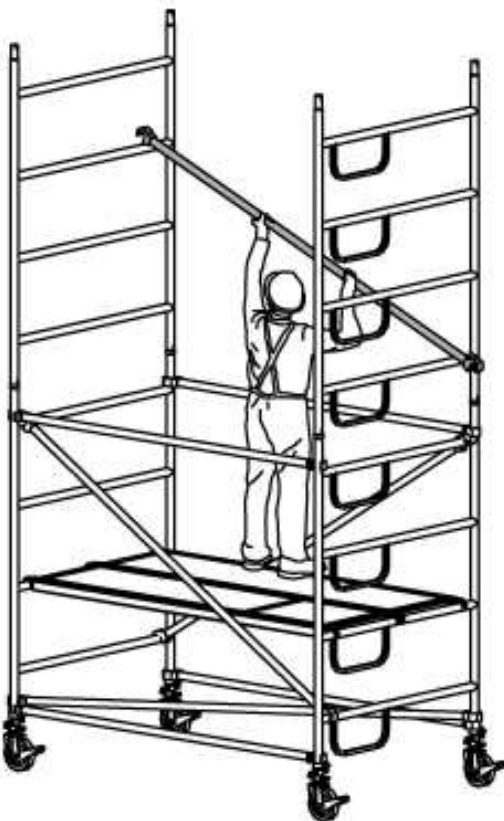

Figura 15
- 8) Enganchar un diagonal para estabilizar los paneles del segundo nivel, como se muestra en la figura 15.